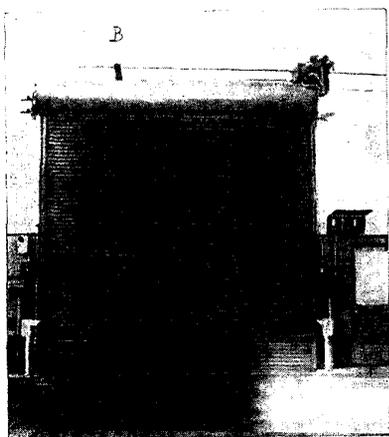

Fig. 7. — Contrôle du fonctionnement des portes de garage.
Le contrôle de l'ouverture des portes (rideaux métalliques) des grands garages présente un intérêt particulier (3). En principe, la porte ne doit pas être ouverte sans nécessité, surtout en hiver, et, dans le cas d'une fermeture automatique, il convient de prendre des précautions pour qu'elle ne puisse se refermer tant qu'une voiture ou une personne se trouve engagée dans l'ouverture. D'autre part, il est bon d'actionner en même temps un double système de signaux lumineux avertissant, d'une part, le conducteur que le passage est complètement dégagé, et alertant, d'autre part, les personnes situées à l'extérieur lorsqu'une voiture est sur le point de sortir du garage. Le dispositif représenté par la fig. 7 fait intervenir un barrage lumineux vertical AB à l'intérieur du garage, et un second faisceau horizontal CD disposé contre la porte.